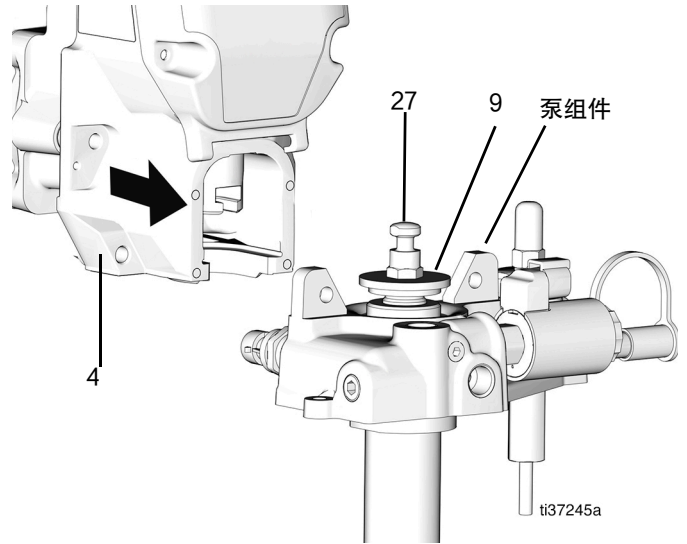

图 67
- 27. 将泵组件安装到齿轮头 (4) 中。可以松开固定螺母 (9) 以增加间隙。将泵杆 (27) 与切口对齐并滑入到位 (图 67)。